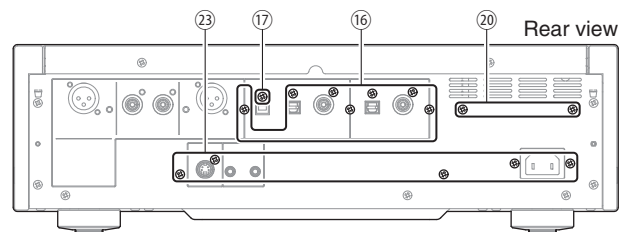

Fig. 9
- Remove 7 screws (16) and screw (17). (Fig. 9)
- Remove 2 screws (20). (Fig. 9)
- Remove 5 screws (23). (Fig. 9)
- ⑯のネジ7本、⑰のネジ1本を外します。(Fig. 9)
- ⑳のネジ2本を外します。(Fig. 9)
- ㉓のネジ5本を外します。(Fig. 9)